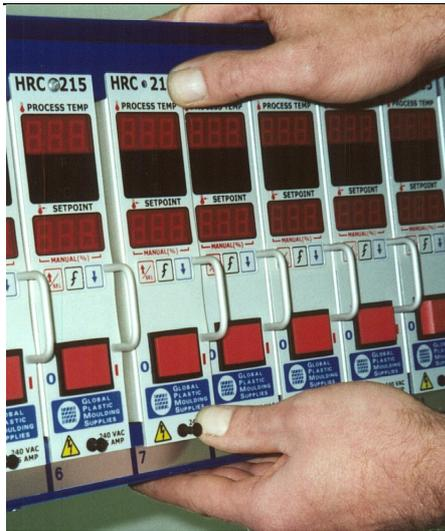

Figure 4 : Mise en place des modules.
1. Montez le nombre de modules nécessaires dans l'armoire. Pour ce faire insérez les cartes dans les rails en poussant sur leur partie droite avec les pouces (Voir figure 4). La pression doit être exercée jusqu'à l'insertion dans les connecteurs.